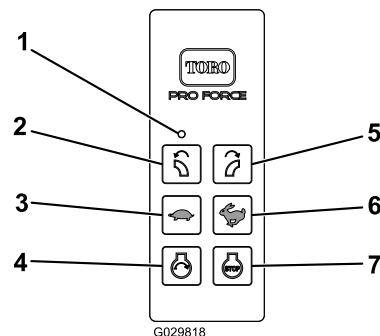

Figure 9
La diode indique la communication entre la télécommande manuelle et le module de commande sans fil (Figure 9).
Appuyez sur le bouton d'ARRÊT DU MOTEUR pour couper le moteur (Figure 9).
Après avoir préparé la machine pour le démarrage à distance, appuyez sur le bouton de DÉMARRAGE DU MOTEUR pour démarrer le moteur (Figure 9). Pour la séquence de démarrage, voir Fonctionnement du moteur (page 18).
Appuyez sur le bouton de ROTATION À GAUCHE ou de ROTATION À DROITE pour faire tourner l'embout du souffleur dans la direction voulue (Figure 9).
- Appuyez sur le bouton de HAUSSE DU RÉGIME MOTEUR (icône du lièvre) pour augmenter le régime du moteur (Figure 9).